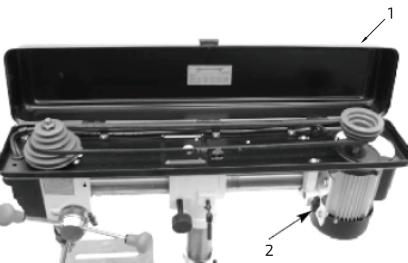

Рис. 10. Регулировка натяжения клинового ремня
Открыть крышку шкива (1) и ослабить обе блокирующие рукоятки двигателя (2) (по одной с каждой стороны головки) (рис. 10). Отодвинуть двигатель назад, чтобы натянуть ремень. Натяжение считается верным, когда при надавливании пальцем на середину ветви ремня его прогиб составляет около 10 мм. После регулировки натяжения зафиксировать двигатель в данном положении, затянув блокирующие рукоятки.
Для изменения частоты вращения шпинделя ослабить блокирующую рукоятку двигателя (рис. 10) и сдвинуть двигатель к передней стороне станка. Это позволит ослабить натяжение ремня и перекинуть его на другой ручей шкива в соответствии с требуемой ступенью частоты вращения (рис. 12). После перестановки ремня передвинуть двигатель к задней стороне станка и затянуть блокирующую рукоятку. Проверить натяжение ремня и при необходимости окончательно его отрегулировать. Натяжение считается верным, когда при надавливании пальцем на середину ветви ремня его прогиб составляет около 10 мм.